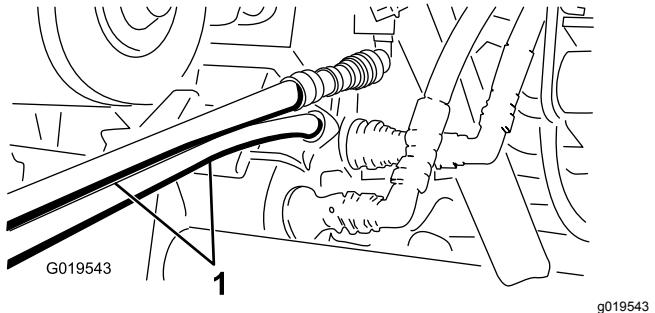

Figura 71
- En la otra máquina, conecte las dos mangueras al acoplamiento que permanece todavía en el soporte de acoplamiento (conecte la manguera superior al acoplamiento superior y la manguera inferior al acoplamiento inferior) (Figura 71).